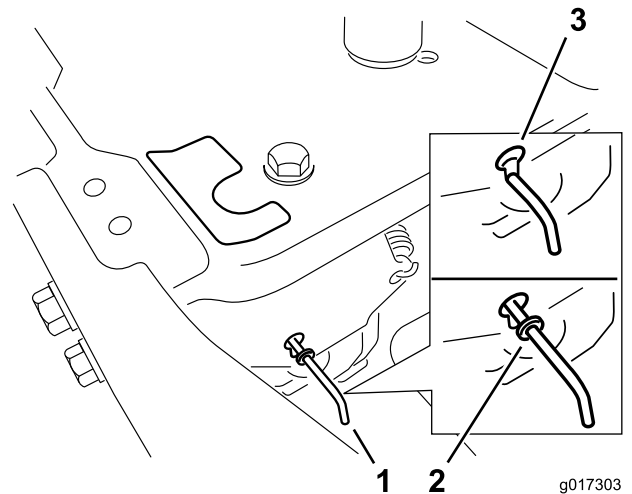

Figure 22
4. Amenez les leviers de dérivation en avant dans l'encoche en trou de serrure, puis vers le bas pour les verrouiller en position, comme montré à la Figure 22. Assurez-vous de le faire pour chaque levier.
Déplacez les leviers de dérivation en arrière dans l'encoche en trou de serrure, puis vers le bas pour les verrouiller en position, comme illustré (Figure 22). Assurez-vous de le faire pour chaque levier.